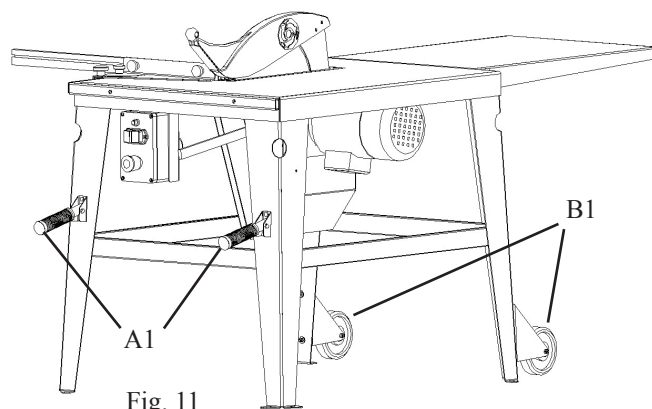

Fig. 11
Il kit è composto da una coppia di maniglie [A1] (fig.11) e da una coppia di ruote [B1], che devono essere imbullonate negli alloggiamenti predisposti sulla macchina, come mostrato in fig.11.
- 2) girare le spalle al quadro elettrico e piegare le ginocchia per impugnare da tergo le maniglie [A1] (fig.11);